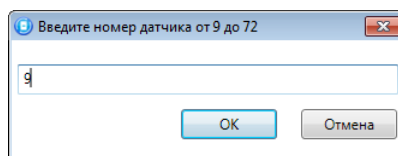

Рис. 5.28. Ввод номера радиоустройства
2. В открывшемся окне укажите номер радиоустройства из числа еще не занятых в нумерации шлейфов и радиоустройств (в указанном диапазоне) и нажмите кнопку *ОК* (Рис. 5.28).